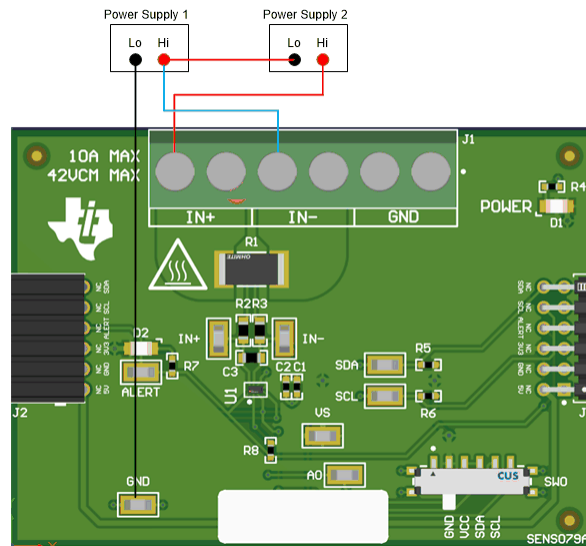
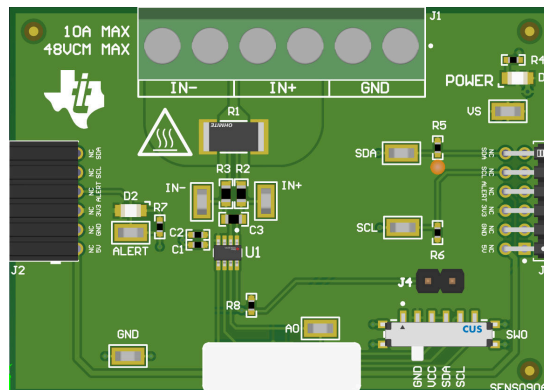

图 4-14. 无分流电阻的 IN+ 和 IN- 布线
图 4-15. INA232EVM
1. 在 IN+ 和 IN- 端子上连接差分电压 (请参阅图 4-14)。请注意，INA234EVM 或 INA236EVM 用于说明。对于 INA232EVM，在螺纹接线端子 J1 中 IN+ 和 IN- 进行了交换 (请参阅图 4-15)。